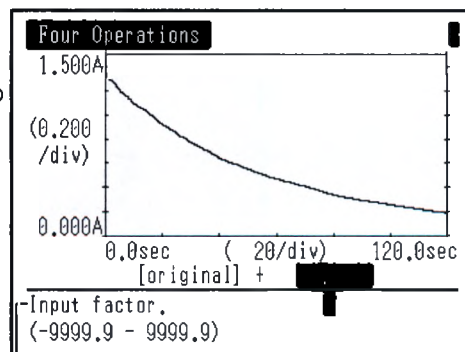

Рис. 13.8 Экран ввода коэффициента
- 1 При выборе [Factor] в качестве цели операции, появится экран ввода коэффициента (Рис. 13.8).